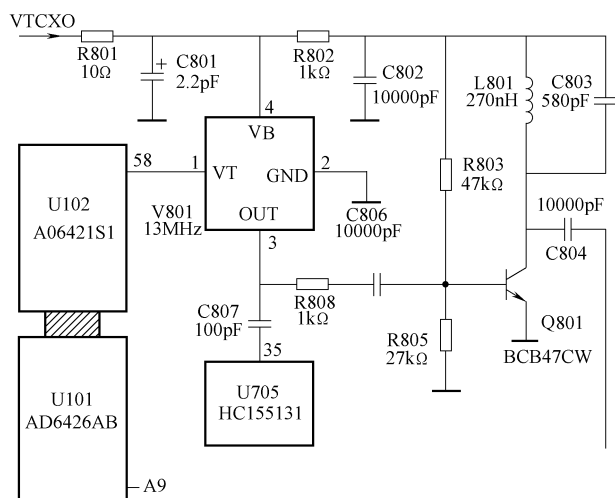

图 5-19 V801 相关电路截图
1) U705 中频处理芯片第⑤脚 13MHz 基准频率不准，在 U705 芯片内部就不能和第一本振的反馈信号进行正常比较，从而导致锁相环控制信号不良，致使接收信号时有时无。
2) V801 相关电路截图如图 5-19 所示。